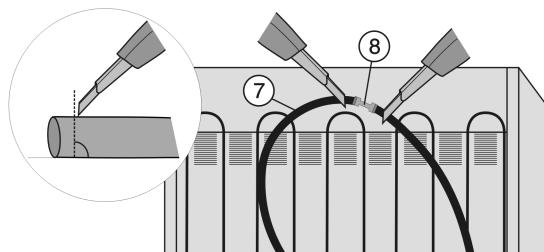

Fig. 36
- ▶ Couper le tuyau d'eau Fig. 36 (7) à l'arrière de l'appareil et derrière le connecteur Fig. 36 (8) (90° en direction du tuyau).